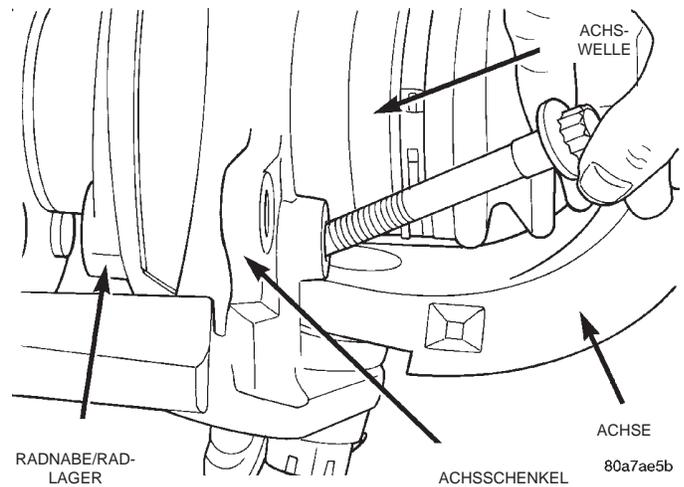

Abb. 19 Schrauben der Radnabe
(6) Die Befestigungsschrauben der Radnabe lösen (Abb. 19).
(7) Die Nabe vom Achsschenkel und der Achswelle abziehen, falls erforderlich.